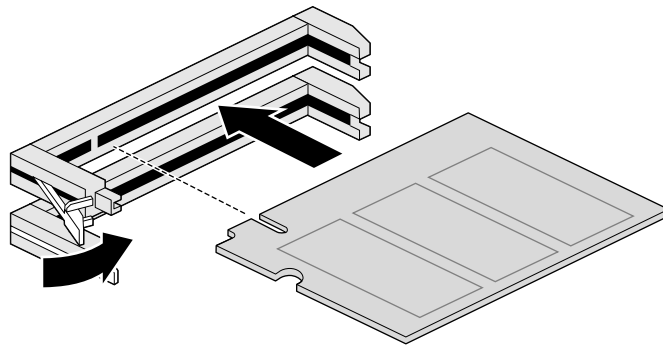

図 3-4 DIMM の取り付け
- DIMM をスロットに注意深く押し込みます。DIMM が所定の位置に収まると、ラッチがカチッという音をたてます（図 3-4）。ラッチが音を立てない場合は、ラッチを手で押し上げて DIMM を固定します。